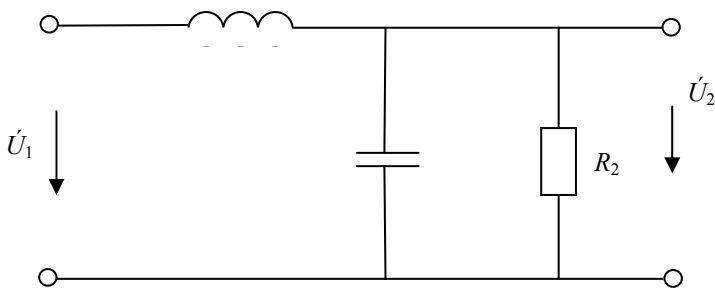

**РИС. 4.2**
4.1.2. Найти аналитические выражения и изобразить (качественно) АЧХ и ФЧХ комплексного коэффициента передачи по напряжению цепи (рис. 4.2), где  $R = R_1 = R_2$ .
4.1.5. Определить АЧХ передаточных сопротивления и проводимости цепи (рис. 4.2), если воздействие является ток или напряжение на входе цепи, а реакцией – напряжение или ток сопротивления  $R_2$ .